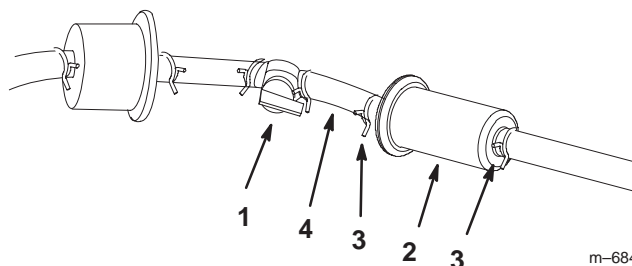

Figure 47
2. Fermez le robinet d'arrivée de carburant (Fig. 47).
3. Desserrez le collier de serrage au niveau du filtre à carburant et repoussez-le le long de la conduite d'alimentation pour l'éloigner du filtre (Fig. 47).
4. Débranchez la conduite d'alimentation du filtre (Fig. 47). Ouvrez le robinet d'arrivée de carburant et laissez l'essence s'écouler dans un bidon ou un bac de vidange.
5. Raccordez la conduite d'alimentation au filtre. Rapprochez le collier de serrage du filtre pour fixer la conduite d'alimentation (Fig. 47).